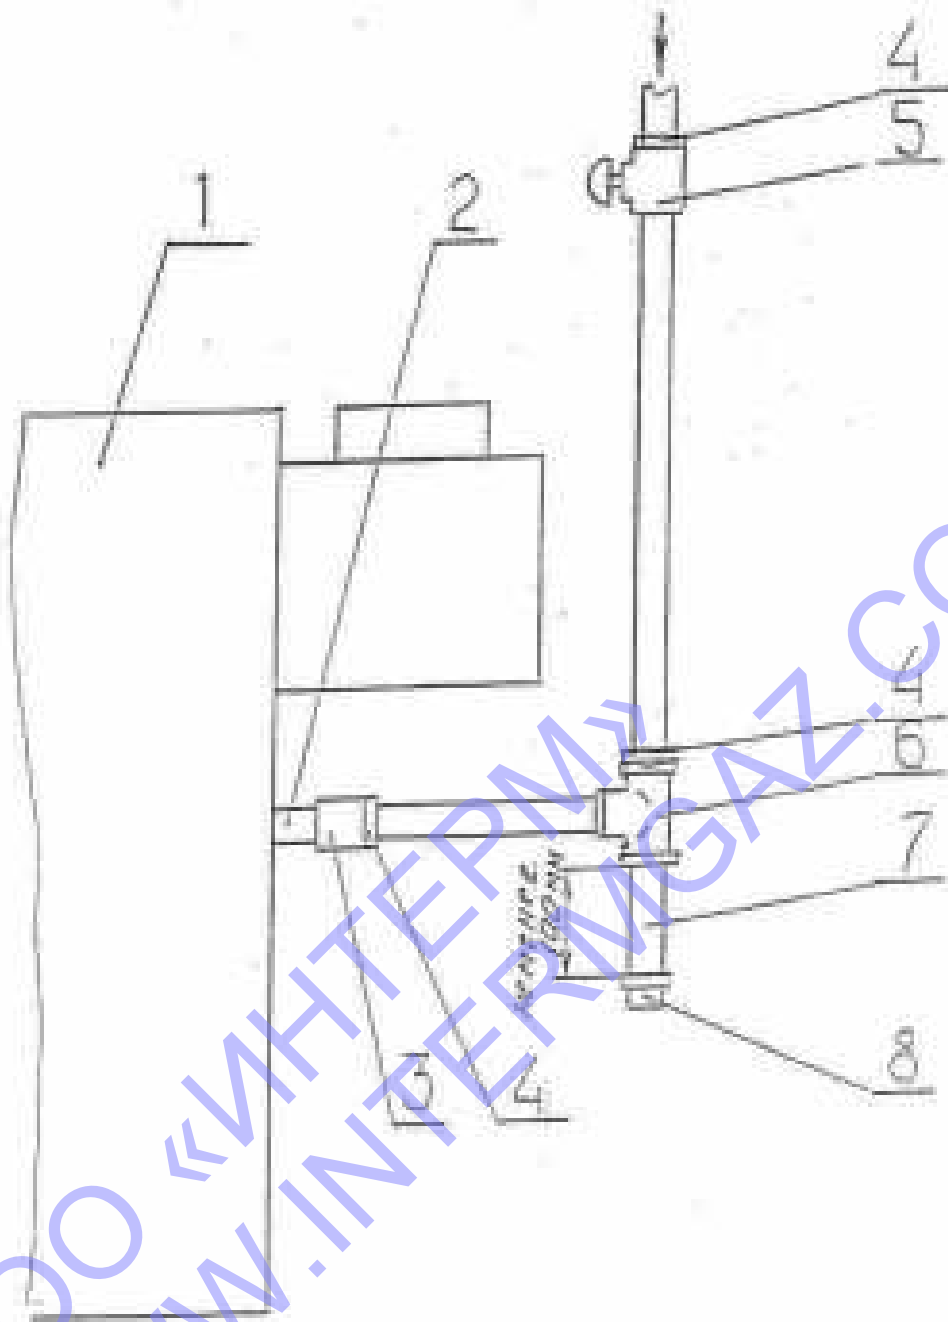

Рис.5. Схема подсоединения котла к газопроводу.
5.7. На газоподводящей трубе перед котлом обязательно должен быть установлен газовый кран, перекрывающий доступ газа к котлу / см. рис. 5 /.
5.8. Рекомендуется на входе газопровода в котел устроить ловушку- отстойник /см. рис. 5 /.